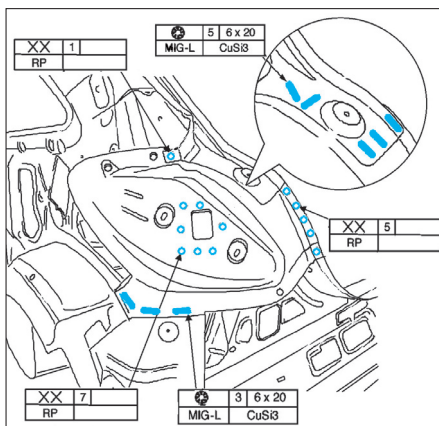

FIG. 114
- Solder par point et effectuer les cordons de soudure du logement de feu arrière (fig. 114).